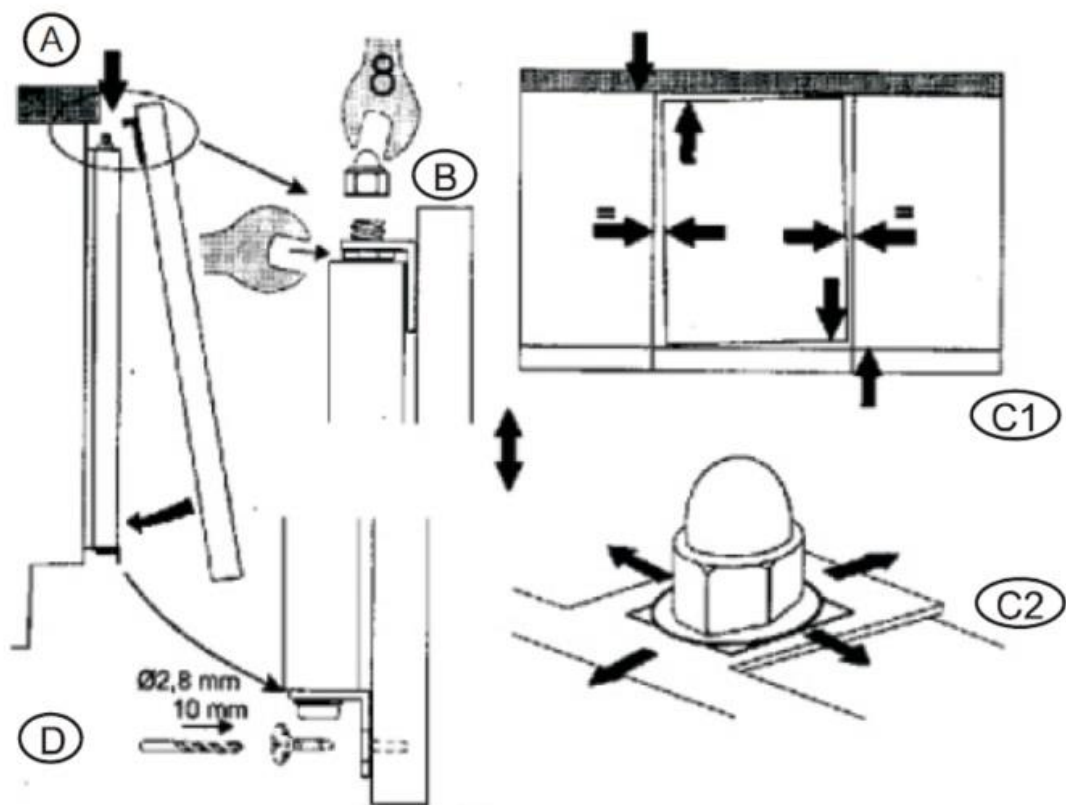

Abb. 5
3. Die Möbeltür mit den Muttern auf dem Gerät befestigen (Abb. 5 A/B).
4. Die Möbeltür an den anliegenden Geräten/Fronten ausrichten, indem die Position der Befestigungsflansche entsprechend angepasst wird (Abb. 5 C1/C2).
5. Die unteren Befestigungsflansche auf die Möbeltür schrauben (Abb. 5 D).